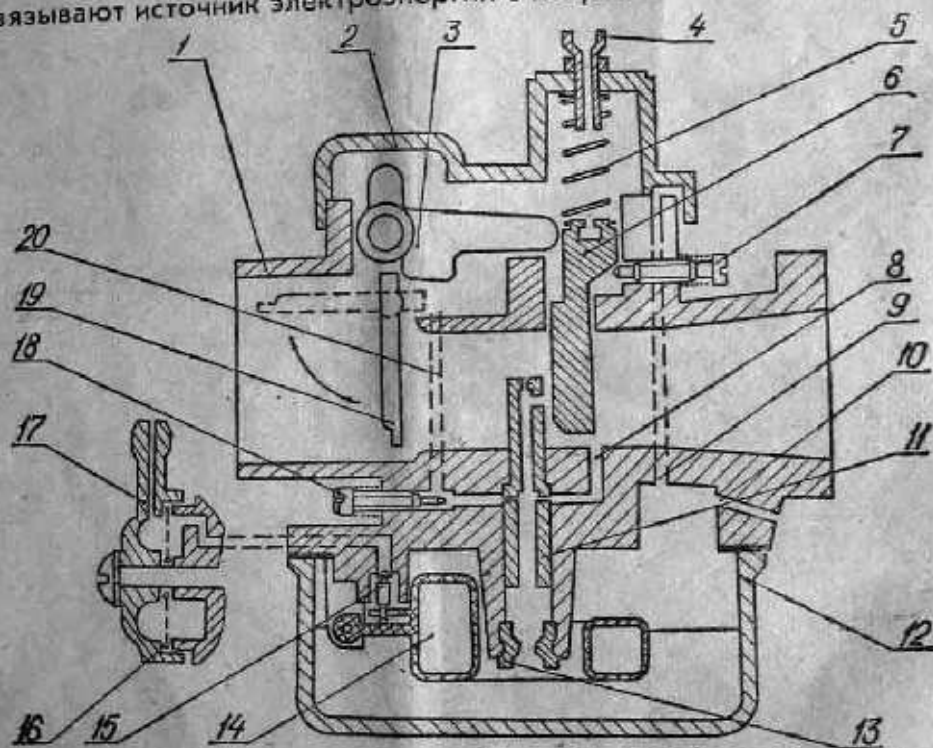

Рис. 10. Схема карбюратора К60.
Карбюратор К60 (рис. 10) состоит из корпуса (1), дросселя (6), крышки карбюратора (2), поплавка (14) и поплавковой камеры (12).